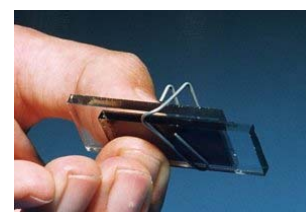

Figura 6: Montagem final da célula.
- a) Junte os dois eléctrodos como indicado na figura 6, utilizando um clip. A camada de  $\text{TiO}_2$  activada com o corante tem que estar em contacto com a camada de grafite. Para mais tarde ligar os cabos eléctricos à célula fotovoltaica, é necessário montar os eléctrodos desfasados.